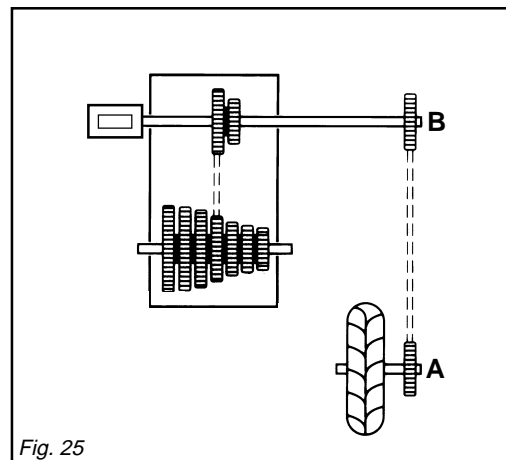

Fig. 25
- Rilevare il numero denti del pignone sulla ruota motrice (A Fig. 25);
- Rilevare il numero dei denti del pignone sull'asse del cambio (B Fig. 25);
- note the number of drive wheel pinion teeth (A fig. 25)
- note the number of gear axle pinion teeth (B fig. 25);
- Die Ritzelzähne auf dem Antriebsrad (A Abb. 25) zählen;
- Die Ritzelzähne auf der Getriebeachse (B Abb. 25) zählen;
- Compter le nombre de dents du pignon sur la roue motrice (A Fig.25);
- Compter le nombre de dents du pignon sur l'axe de la boîte de vitesse (B Figure 25);
- Detectar el número de dientes del piñón en la rueda motriz (A Fig. 25).
- Detectar el número de dientes del piñón en el eje del embrague (B Fig. 25).